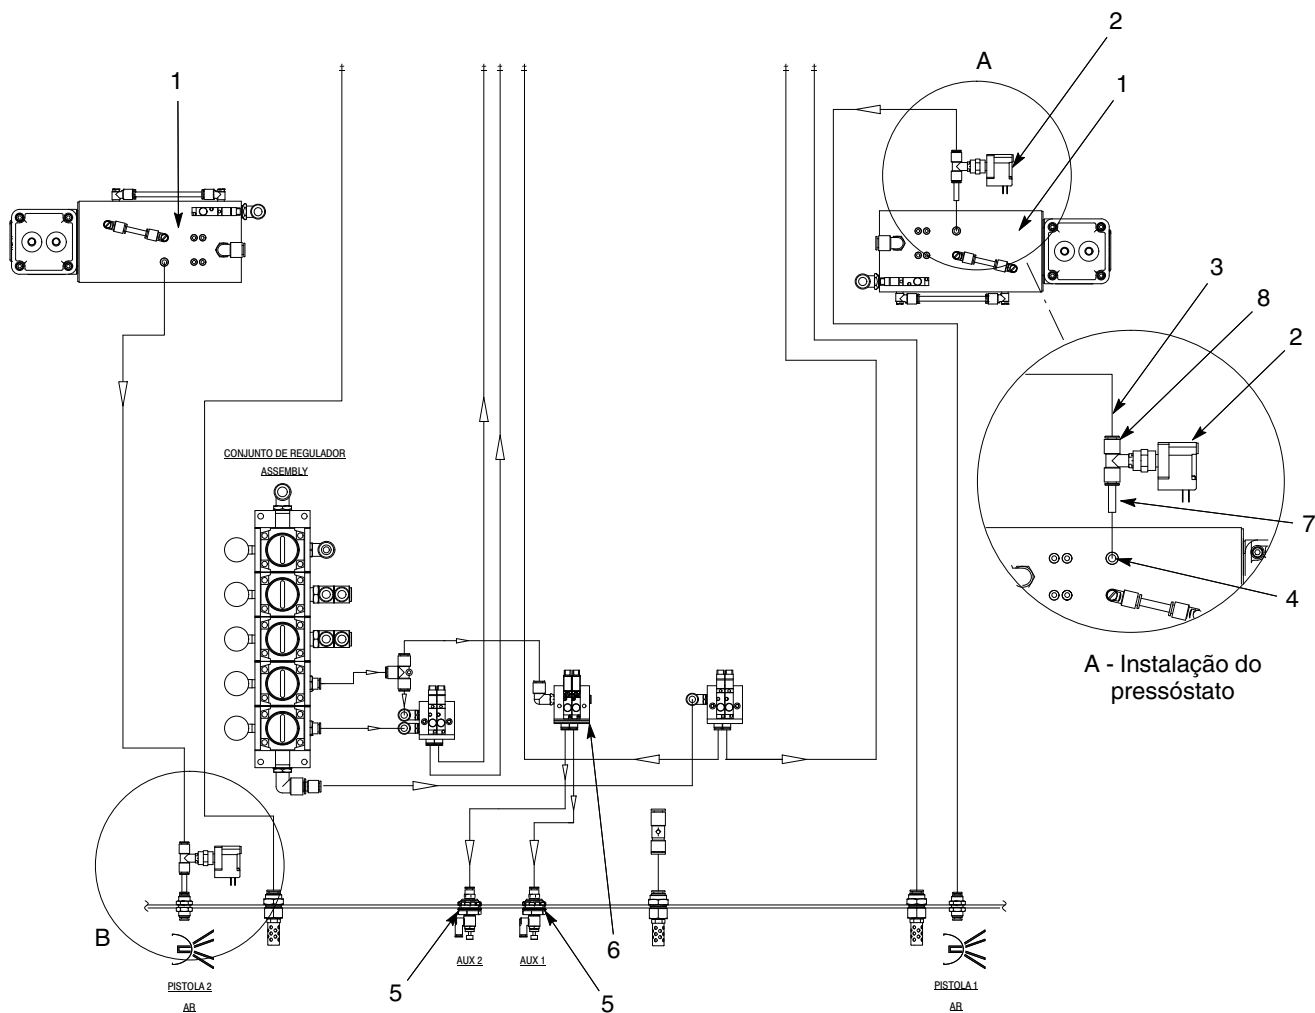

Figura 4 Esquema pneumático (está ilustrado um sistema de duas pistolas)
Consulte a ilustração do sistema pneumático na figura 4.
1. Remova o tubo existente (4) do regulador (1), posicionado em segundo lugar a contar do fundo no quadro eléctrico da bomba Prodigy.
2. Monte um troço curto de tubo da junção em T (3) do conjunto do colector para o regulador (1).
3. Ligue o tubo existente do passo 1 à conexão aberta da junção em T (3) do conjunto do colector.
5. Retire a fita adesiva de protecção do fundo do conjunto de colector (2).
**NOTA:** Consulte a ilustração do sistema pneumático na figura 4.
1. Remova o tampão da conexão auxiliar 1 (5) situada no fundo do quadro eléctrico.
2. Monte o conjunto da divisória (6) na localização da conexão auxiliar 1, como ilustrado. O conector (7) e a porca de segurança (8) serão posicionados dentro do quadro eléctrico. A vedação da conduta (9), o adaptador (10) e a válvula de controlo de caudal (11) serão posicionados fora do quadro eléctrico.
3. Ligue o tubo de 6 mm do conjunto de colector (2) para o conector macho (7) do conjunto da divisória (6).
4. Para um sistema de duas bombas, repita os passos 1 - 3 na localização da conexão auxiliar 2 (12).